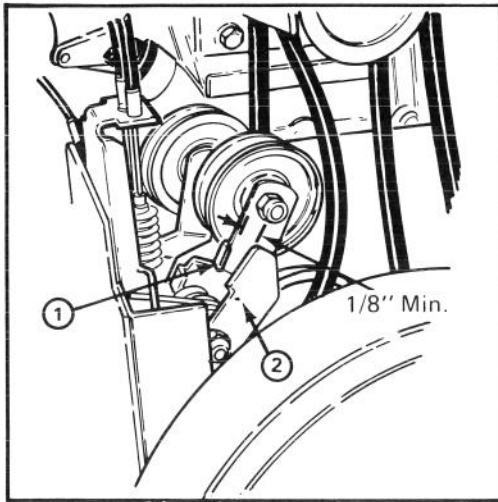

Figure 23
3. Vérifiez le réglage du galet-tendeur et des freins. Il doit y avoir un dégagement minimum de 3 mm entre la patte du levier intermédiaire de direction de la roue hélice et le bras du frein (fig. 23). Si l'espace est plus petit, la courroie doit être remplacée.